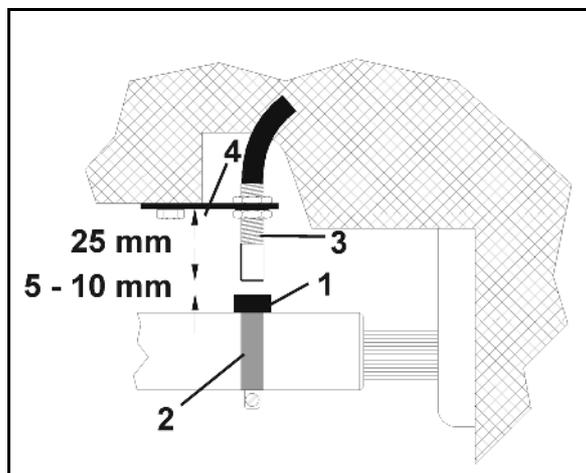

Bild 76
- Skruva fast magneten (Bild 76/1) med hjälp av slangklämman (Bild 76/2) på kardanaxeln.
- Montera sensorn (Bild 76/3) med hjälp av universal-fästet (Bild 76/4) mittför magneten i traktorkroppen.